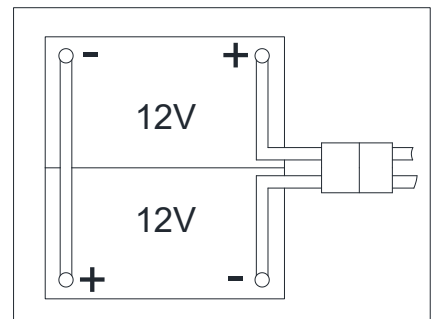

Рисунок 3
Машине необходимы две 12 В батареи, подключенные в соответствии с диаграммой (Рисунок 3).
1. Откройте крышку бака утилизации (1) и убедитесь, что бак утилизации (25) пустой; в противном случае слейте его при помощи сливного шланга. (22).
2. Закройте крышку бака утилизации (1).
3. Аккуратно переверните бак утилизации (25).
5. Направьте и установите кабель батарей, как показано на (Рисунок 3), затем аккуратно зафиксируйте гайку на каждом терминале батареи.
6. На каждый терминал поместите защитный колпачок, затем подсоедините соединитель батарей (54).
7. Аккуратно опустите бак утилизации (25).